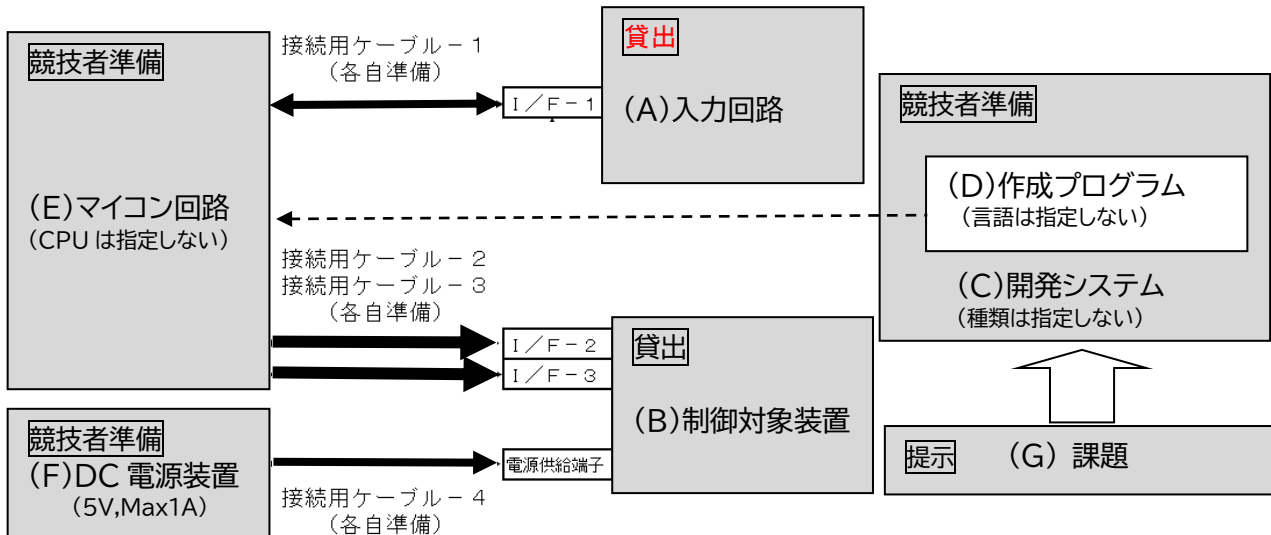

図1 システム概要
(1) 入力回路（支給・貸出） 図1-A
- ① トグルスイッチ、タクトスイッチ、ホトインタラプタ、抵抗（プルダウン・プルアップ用）
- ② コネクタ、ピンハッタ、スペーサ ねじ など
(2) 制御対象装置(支給・貸出) 図1-B
- ① 各種LED点灯回路(7セグメントLED等)
- ② 各種モータ駆動回路(DCモータ、ステッピングモータ等)
- ③ ブザー駆動回路
(3) 開発システム（競技者準備） 図1-C
(4)マイコン回路（競技者準備） 図1-E
- (5) 作成するプログラム **図1-D**